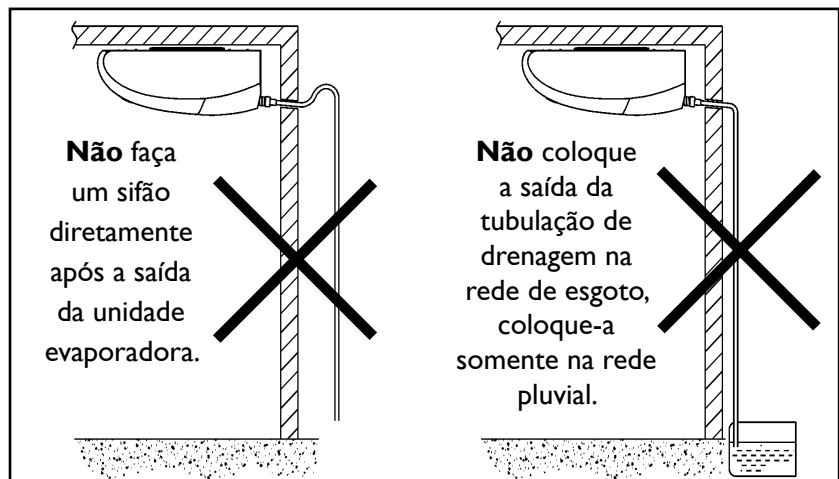

Figura 29 - Situações de drenagem ineficaz
- b) A unidade usa drenagem por gravidade. A tubulação da drenagem, no entanto, deve possuir declividade. Evite as situações indicadas na figura 29.